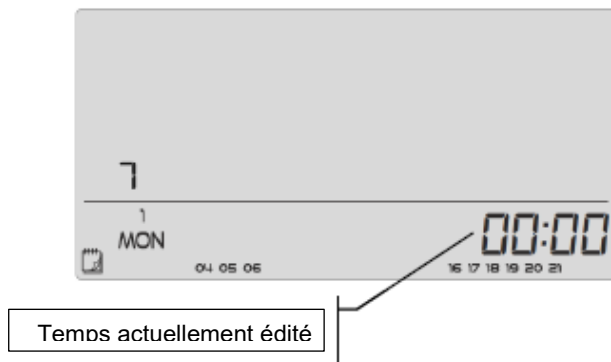

Figure 28: Modification des heures individuelles
*D'après l'écran ci-dessus (Figure 28), le programme numéro 7 pour le lundi est le suivant :*